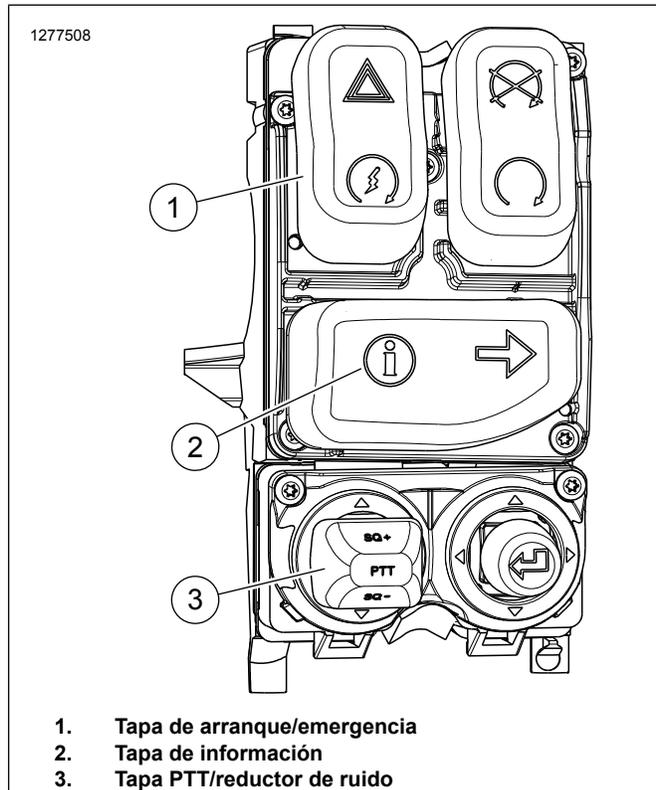

Figura 6. Control derecho (71500130C) - Versión 2014 y posterior
1. Ver Figura 6 . Reemplace el módulo del control manual del lado derecho con la pieza número 71500130C. Consulta el manual de servicio.
- b. Ver Figura 6 . Quitar tapa con información (2) del nuevo módulo de control.
- b. Ver Figura 6 . Quitar tapa con la información (2) y la tapa con información de peligro/inicio (1) del nuevo módulo de control.